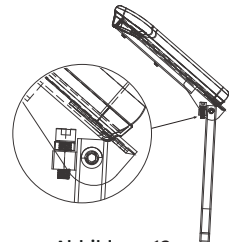

Abbildung 13
3. Durch Anheben der Schrauben wird die Armlehne angehoben; durch Absenken der Schrauben wird die Armlehne abgesenkt (siehe **Abbildung 13**).